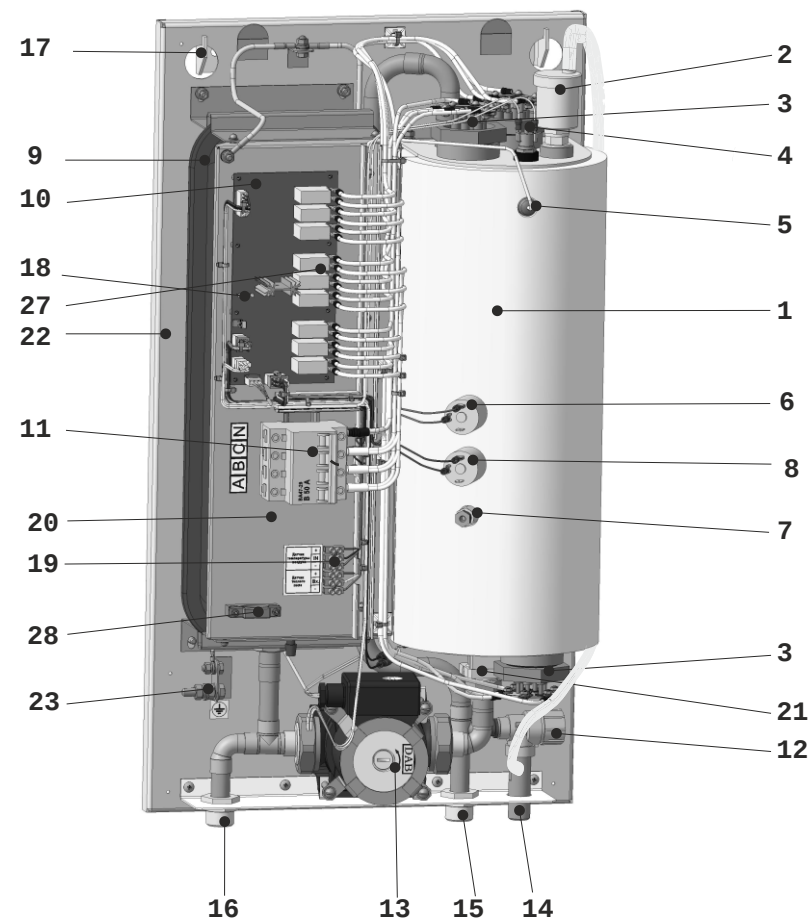

Рис. 1
Установочную панель (22) Рис. 1, на которой смонтированы котел в теплоизоляции (1), циркуляционный насос (13), экспан-зотат (9), зажим заземления для подключения заземляющего про-водника (23) и панель электропитания (20). Котел содержит три блока ТЭНов (3). В верхней крышке котла установлены авто-матический воздухоотводчик (2) с дренажной системой, аварийный термоограничитель (4). На корпусе котла расположены рабочий датчик температуры теплоносителя (5), датчики максимального (6) и минимального (8) давления, датчик манометра (7).
4.4 Подключение прибора к системе отопления производится с помощью входного патрубка (16) G 3/4 и выходного патрубка (15) G 3/4. Рис.1. Сброс воды при срабатывании воздухоотводчика и предохранительного клапана осуществляется через дренажный патрубок (14) G1/2, подключаемый к канализации.